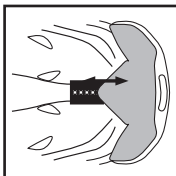

図 5
- ・ In Formのフィットシステムは、上下調節できる仕組みになっています。調節するには、In Formの中央ハンガーのスナップを外し、ぴったりと合うまで上下に動かします(図5)。3個の高さ調整部の1個に、スナップをしっかりと留めなおします。このシステムを最適に活用するには、必ず両方の中央ハンガーのスナップをしっかりと固定します。